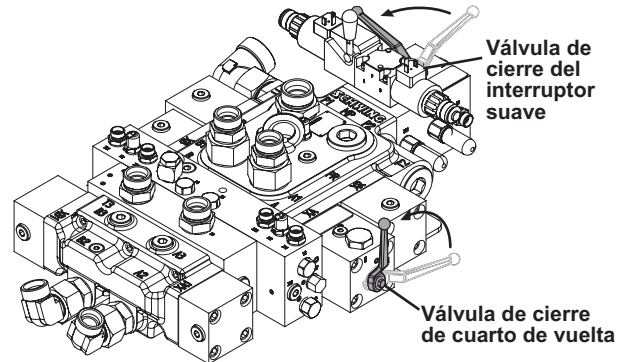

Figura 40
1. Con el motor en marcha y las paradas de emergencia despejadas, aumente el acelerador a RPM máximas. Cierre la válvula de cuarto de vuelta y la válvula de interruptor suave (Figura 40).